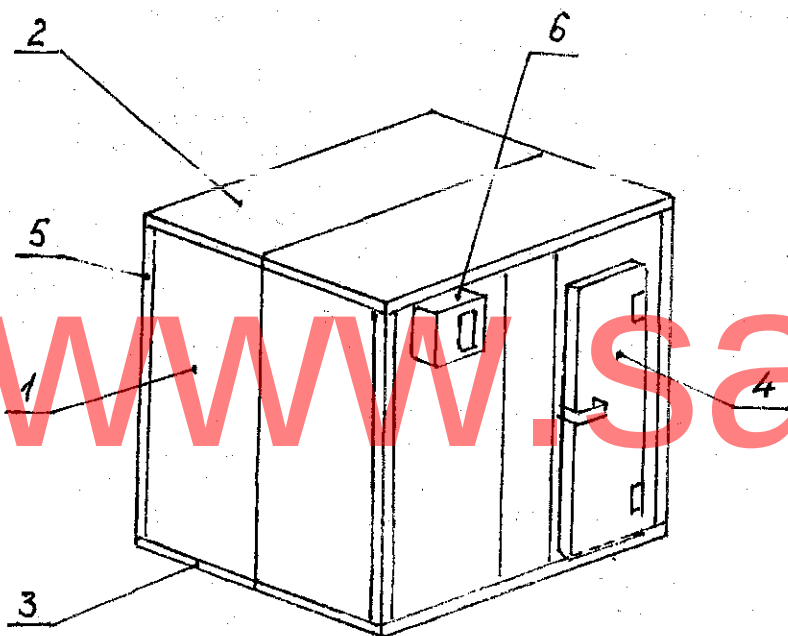

Рис.1. Общий вид камеры
Холодильная камера (рис.1) состоит из комплекта панелей: боковых (1), потолочных (2), напольных (3), двери (4), угловых элементов - стоек (5).